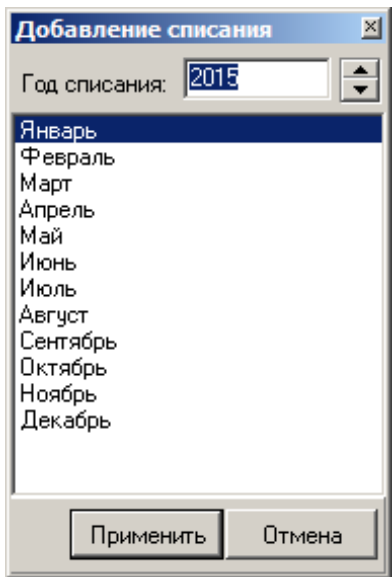

Рис. 4. Создание списания
2. После этого в диалоговом окне (см. рис. 4) выберите отчетный период (год и месяц) и нажмите **Создать списание**.